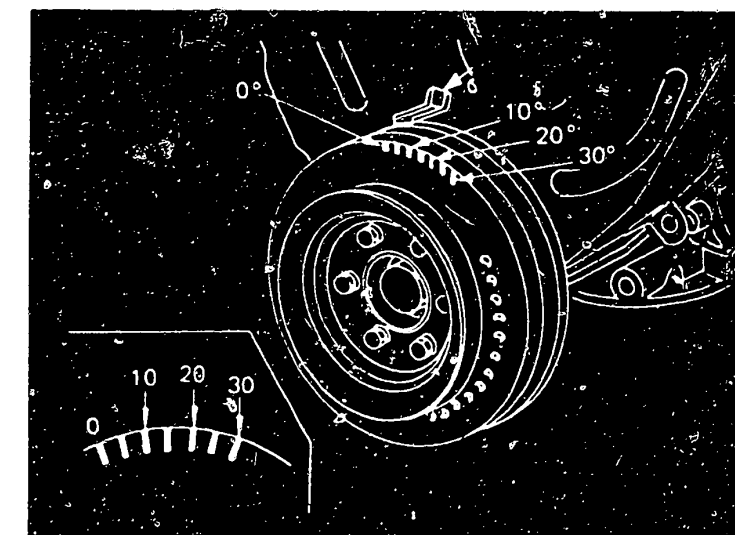

Bild 40 Markierungen an der Kurbelwellen-Riemenscheibe zur Einstellung des Zündzeitpunktes.
- Der **Zündzeitpunkt** im Leerlauf lässt sich anhand der Markierungen an der Kurbelwellen-Riemenscheibe kontrollieren (Bild 40). Die Einstellung erfolgt durch Drehen des Zündverteilers. Dieser ist stirnradseitig auf der linken Zylinderreihe angebracht und wird von der Nockenwelle angetrieben.